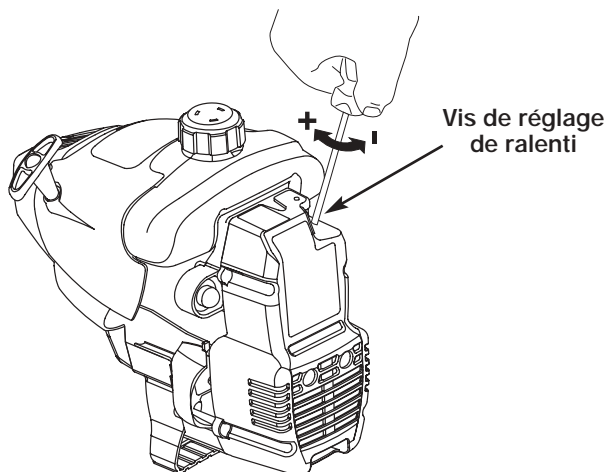

Fig. 54
Le régime ralenti du moteur est réglable par le couvercle du filtre à air/silencieux (Fig. 54).
2. Relâchez le levier d'accélérateur et laissez le moteur au ralenti. Si le moteur s'arrête, insérez un petit tournevis à embout cruciforme ou à tête plate dans le trou du filtre à air/couvercle du silencieux (Fig. 54). **Vissez** la vis de ralenti de 1/8 de tour à la fois (selon le besoin) jusqu'à ce que le moteur se mette bien au ralenti.